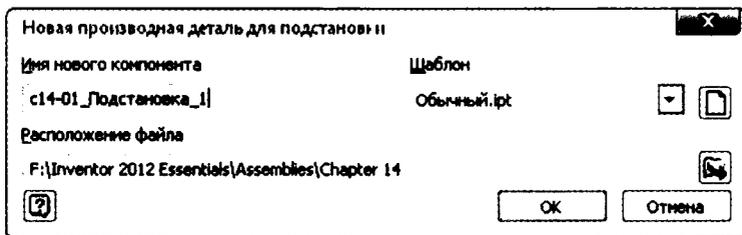

Рис. 14.16. Установка имени файла и пути в диалоговом окне Новая производная деталь для подстановки
4. Вы можете задать имя файла и путь в диалоговом окне **Новая производная деталь для подстановки**, но в этом упражнении нажмите **ОК**, чтобы принять имя и путь по умолчанию, как показано на рис. 14.16.